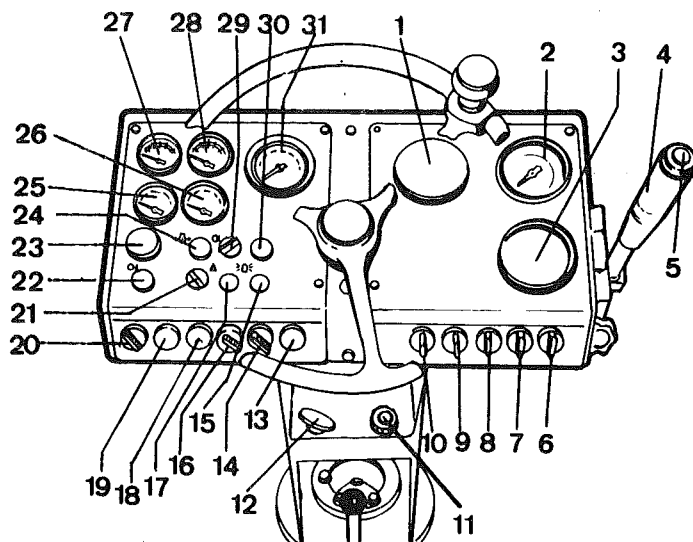

Fig. 11 Tableau de bord
- 1 Tirer la commande de régime (11) jusqu'à atteindre le régime moteur de 2400 tr/min. Pour le réglage fin, tourner le bouton. Sens opposé aux aiguilles d'une montre = hausse. Sens des aiguilles = baisse.
- 2 Relâcher le frein (21) fig. 11.
- 4 En cas de conduite sur bitume, activer le dispositif d'arrosage (9).
- 5 Porter le levier de marche AV/AR (4) lentement vers l'avant ou l'arrière d'après le sens de déplacement voulu.